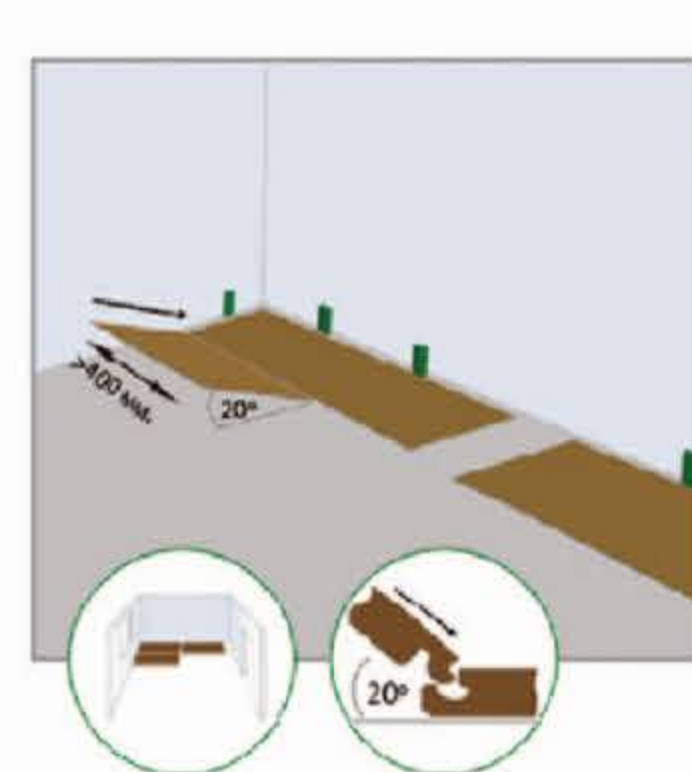

Рисунок 9
10. После формирования первого ряда приступаем ко второму ряду. Обратите внимание: профессиональные укладчики всегда монтируют ламинат в половину доски, то есть вид сверху должен напоминать кирпичную кладку стены в полкирпича. Тем не менее, инструкцией допускается монтаж со смещением досок относительно друг друга минимум в 40 см. (см. рис. 9) Укладка в «полдоски» позволяет равномерно распределить давление между панелями при расширении и сужении SPC ламината.